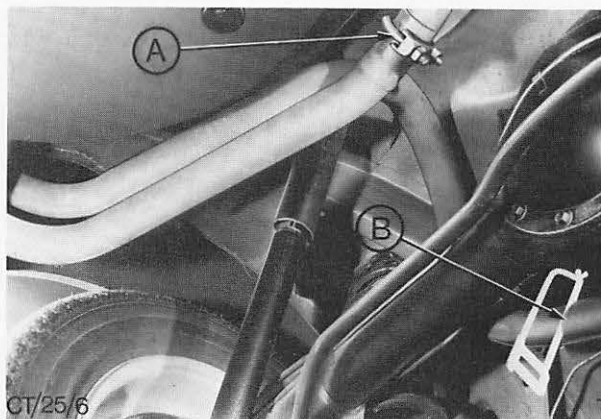

Abb. 8 A = Verbindungsstelle am rechten Rohr
1. Auspuffrohr ungefähr an der in Abb. 8 gezeigten Stelle durchsägen.